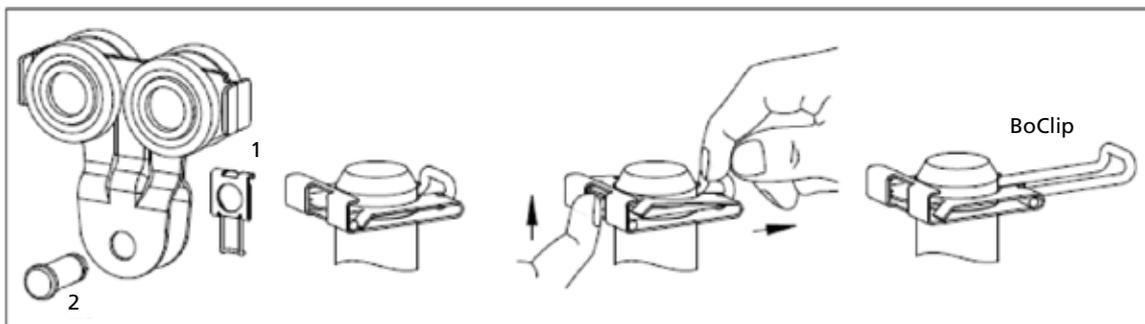

Abb.60
2. Die Anschläge 1 entfernen (unter Befolgung der Anweisungen in Abb. 60) und die Aufhängestifte 2 herausziehen
6. Den Anschlag/Splint 1 entfernen (unter Befolgung der Anleitungen in Abb. 60) und den Aufhängestift 2 herausziehen.